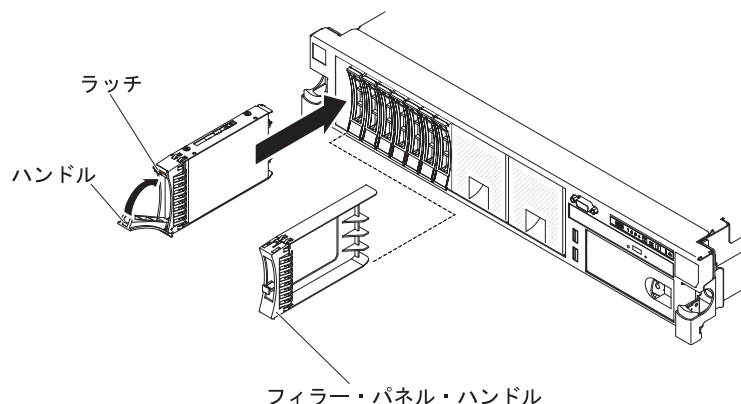

図 84. 2145-DH8 ブート・ドライブの取り外し
- 103 ページの図 84 に示すように、スロットからドライブ・アセンブリーを慎重に引き出します。